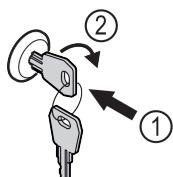

Fig. 46 Ilustratīvs attēlojums
- Iespiediet atslēgu Fig. 46 (1).
- Grieziet atslēgu par 90° pulksteņrādītāja virzienā Fig. 46 (2).